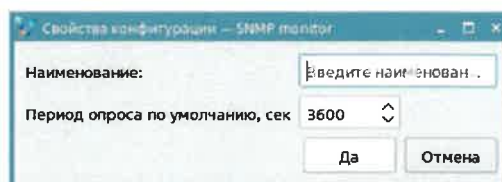

Рис. 13 – Добавление конфигурации
- **Добавить**  – создание новой конфигурации. В окне свойств конфигурации (Рис. 13) задается наименование конфигурации и период опроса по умолчанию.